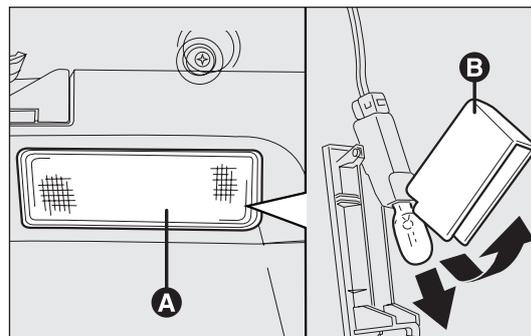

fig. 180
## PLAFONIERA BAGAGLIAIO fig. 180
- estrarre la plafoniera A-fig. 180 facendo leva nel punto indicato dalla freccia.